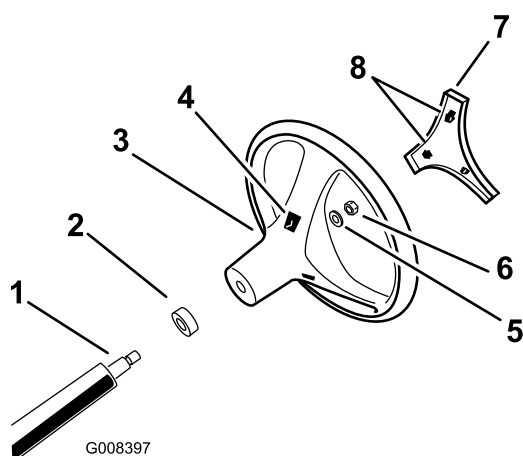

Рисунок 3
1. Через отверстия в задней части рулевого колеса освободите фиксирующие выступы, которые удерживают центральную крышку, и снимите крышку рулевого колеса (Рисунок 3).
2. Снимите контргайку и шайбу с рулевого вала (Рисунок 3).
3. Выровняйте рулевое колесо на шлицах рулевого вала (Рисунок 3).
4. Наверните контргайку с шайбой на рулевой вал (Рисунок 3).
на крышку в сторону рулевого колеса, чтобы защелкнуть крышку на месте (Рисунок 3).